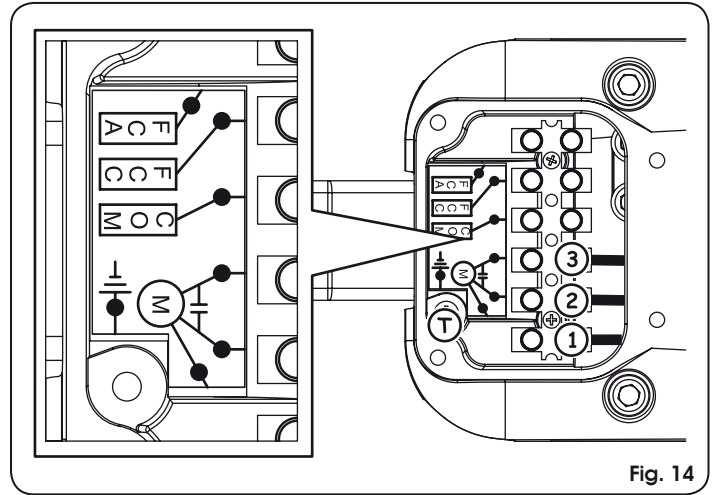

Fig. 14
3. Die Anschlüsse des Motors und der Erdung unter Bezugnahme auf die Abb. 14 und den folgenden Tabellen: